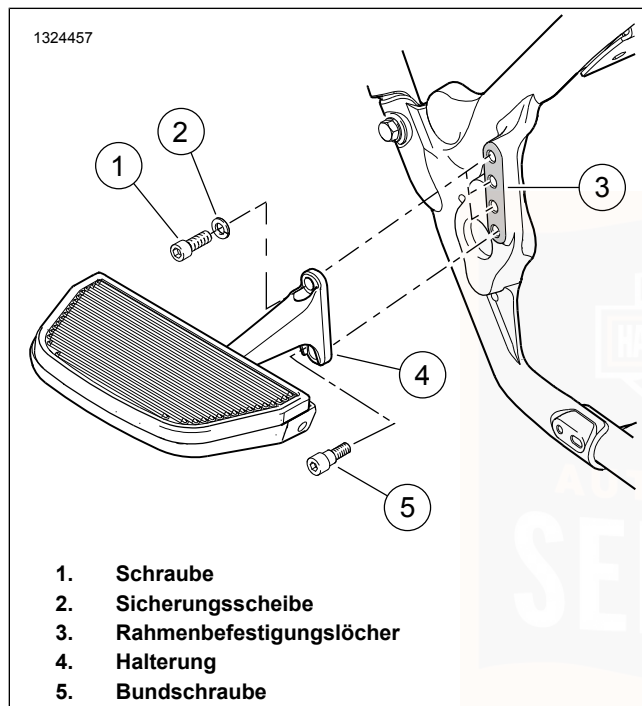
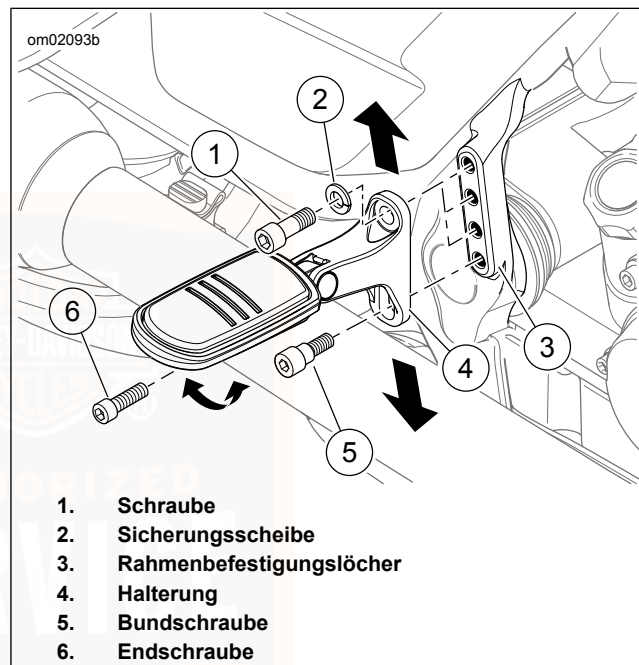

Abbildung 49. Soziustrittbrett
Abbildung 50. Soziusfußraste (typisch)
Siehe Abbildung 49 und Abbildung 50.
1. Siehe Abbildung 50. Die Endschraube (6) entfernen.